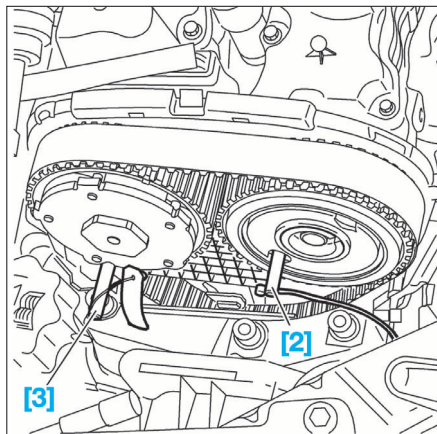

FIG. 24
- [2] Pige de calage de la roue dentée d'arbre à cames d'échappement (ref.0132-AJ1) (Fig.24).
- [3] Pige de calage de la roue dentée d'arbre à cames d'admission (ref.0194-A) (Fig.24).
- Dans cette position, introduire la pige [2] de la roue dentée d'arbre à cames d'échappement (Fig.24).